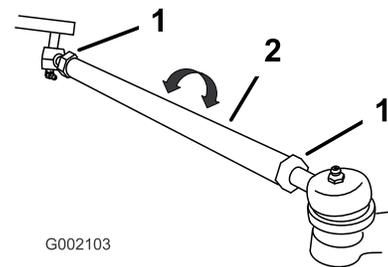

Bild 33
2. Lockern Sie die Klemmmuttern an beiden Seiten der Spurstangen (Bild 33), wenn das Maß nicht im angegebenen Bereich liegt (siehe die Abmessungen und Parameter am Anfang dieses Vorgangs).